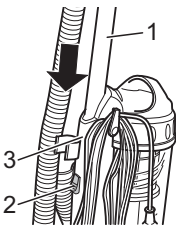

Abb. 7
3. Drücken Sie die Taste zum Lösen des Teleskoprohres (Abb. 7/2) und ziehen Sie das Teleskoprohr (Abb. 7/1) aus der Teleskoprohrhalterung (Abb. 7/3).